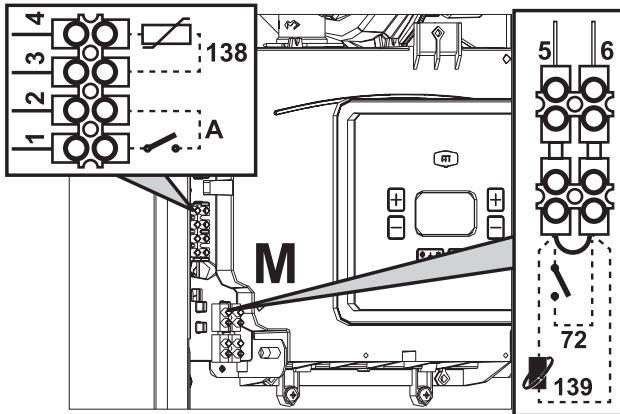
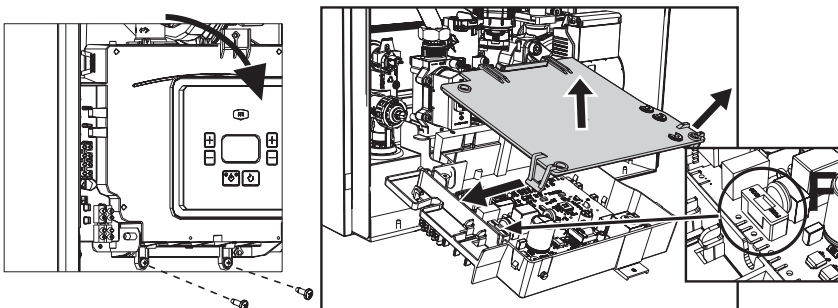

Рис. 18
Рис. 19
После снятия передней панели (см. «Открытие передней панели» на стр. 32) можно получить доступ к клеммной колодке (M) и предохранителю (F), действуя как показано на рис. 18 и рис. 19. Клеммы, указанные на рис. 18, должны быть с беспотенциальными (сухими) контактами (не 230 В). Расположение клемм для различных соединений показано на электрической схеме на рис. 44.
## Конфигурация выключателя ON/OFF (А рис. 18)